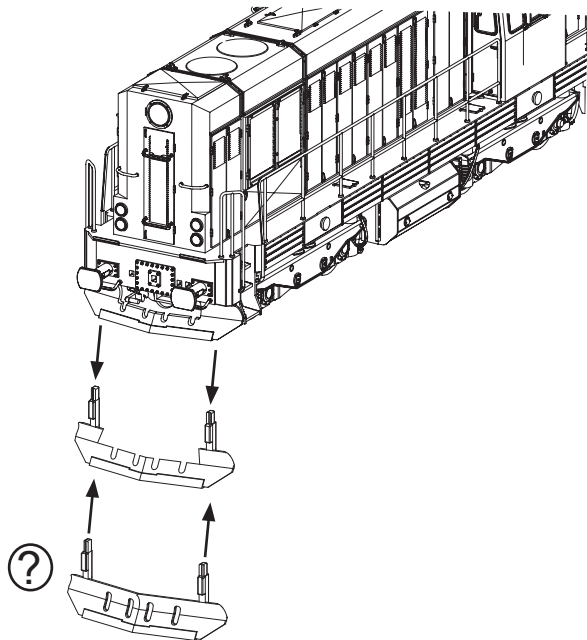

Fig. 3
**Mehrzugbetrieb:** Zuerst Lokgehäuse abnehmen (Fig. 3). Danach den Brückenstecker aus der Schnittstelle entfernen (diesen sorgsam aufbewahren). Danach den Stecker des Steuerbausteins lagerichtig einsetzen (Fig. 8). Der Decoder wird von unten in die Platine gesteckt.
see } Fig.3